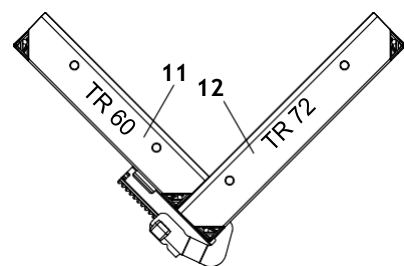

Fig. A7.04
Погледнато от външната страна, елементът TR 72 (12) трябва да се постави отъдно, докато елементът TR 60 покрива предната страна. Уверете се, че напрл скоби BFD са правилно монтирани. (Fig. A7.04)